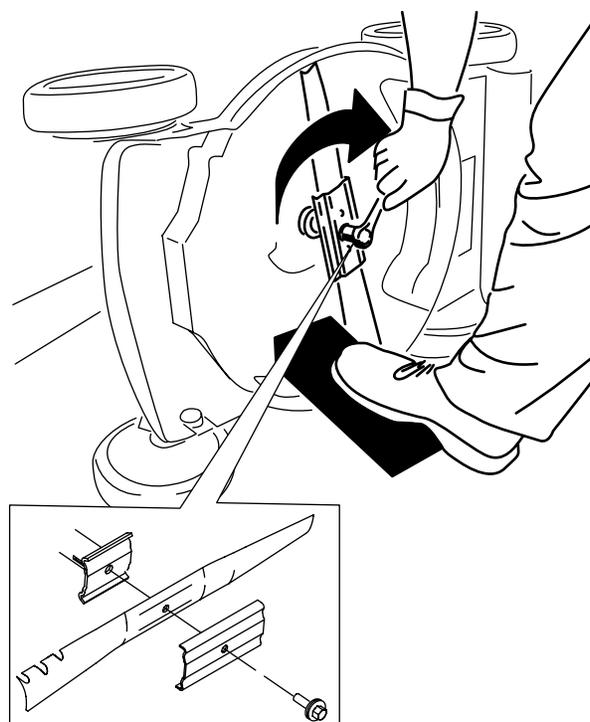

Рисунок 39
5. Установите новый нож, закрепив все крепежные детали (Рисунок 39).